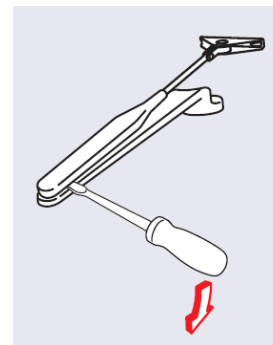

Рис. 13
5. При помощи плоской отвертки разведите между собой регулируемый и нерегулируемый рычаги (**рис. 13**).